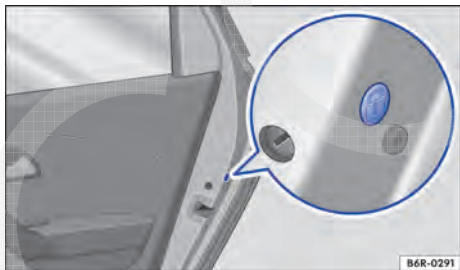

Fig. 145 Na parte dianteira da porta traseira direita: travamento de emergência, coberto por uma vedação de borracha.
- Remover a vedação de borracha da parte dianteira da porta. A vedação está identificada por um cadeado 🔒 ⇒ Fig. 145.